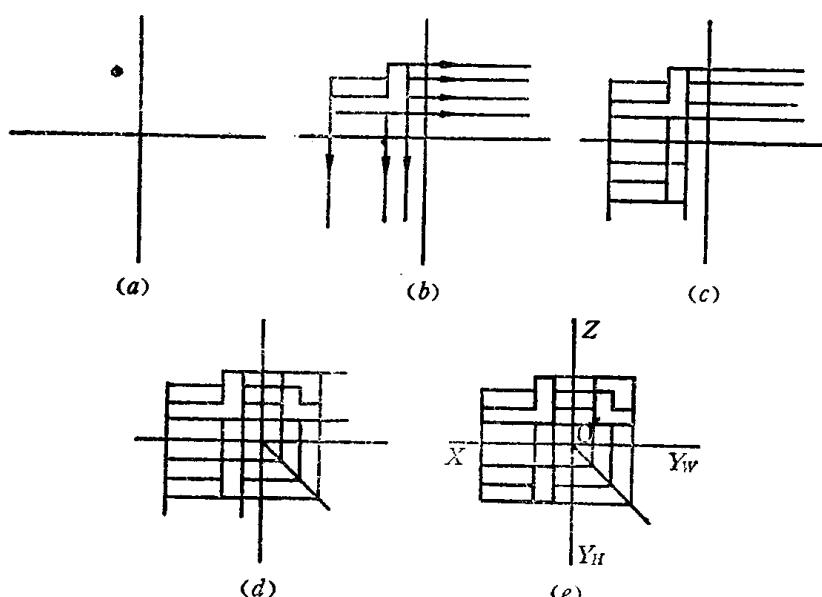

图 1-2 画三面正投影的步骤
(1) 先绘出水平和垂直两条十字相交线，表示出三个投影面展开后的位置及投影轴，如图1-2 (a)。
(2) 根据物体所取正面的长与高在V面上绘出正立投影图，再根据“三等”关系，以正立投影图的各部分长由各点位置向H面作铅垂线（长对正），以正立投影图的各部分高从各点位置向W面作水平线（高平齐），如图1-2 (b)。
(3) 根据物体各部分的宽度尺寸绘出水平投影图的各相应部分的宽度，即成水平投影图，如图1-2 (c)。
(4) 在十字相交线中心向右下方作 45° 角的辅助线，将水平投影图的各部分作水平线与 45° 斜线相交，然后从交点向上引铅垂线，把水平投影图中的宽度正确地反映到侧立投影图中，如图1-2 (d)。
(5) 最后，加深三个投影图的轮廓线，如图1-2 (e)。